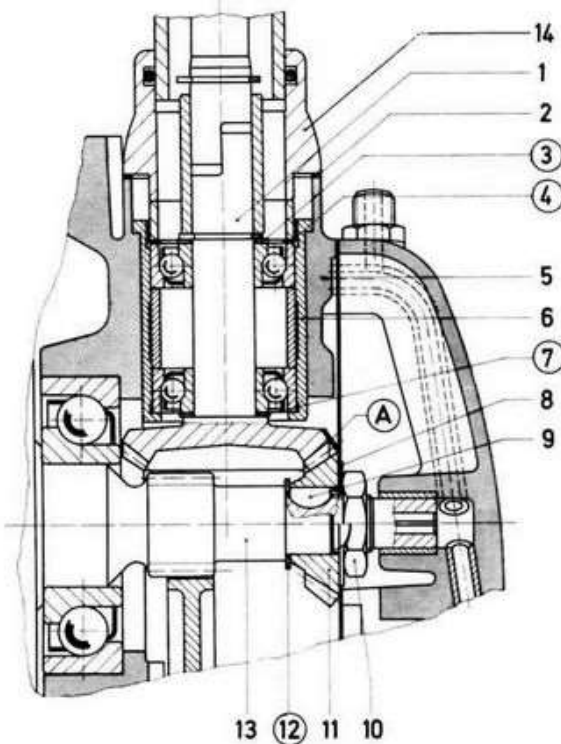

Fig. 16
- 2° Die geschliffenen Kontrollflächen der Kegelräder müssen sich auf gleicher Ebene befinden (siehe Fig. 16).